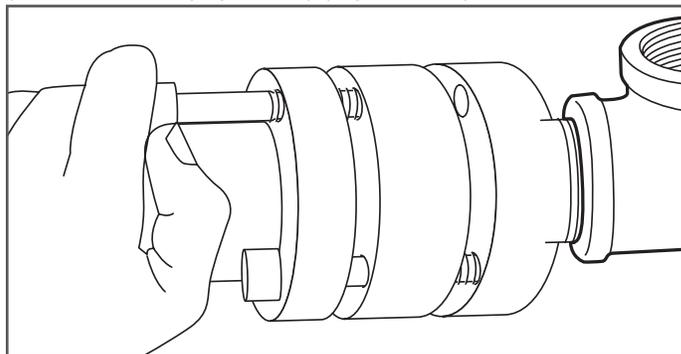

Figure 7-21
22. Appliquez l'agent anti-grippant sur les vis de blocage et insérez les vis de blocage dans la partie arrière du raccord. Serrez partiellement les vis de blocage pour permettre au raccord de tourner. Faites tourner le raccord DoubleTrac® NPT dans la tuyauterie existante (coude, Té, soupape, etc.) (Figure 7-21).